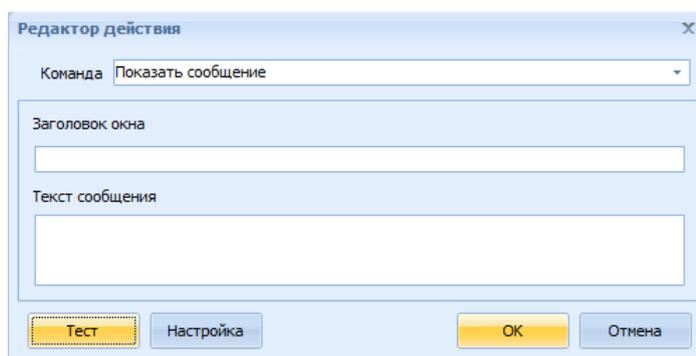

Рисунок 7.44 Окно редактор действия: Показать сообщение
- 6) в открывшемся окне «Редактор действия» в поле **Команда** выбрать одно из возможных действий (Рисунок 7.44). Ниже перечисляются возможные команды:
- При выборе действия «Показать сообщение» нужно ввести Заголовок окна и Текст сообщения, а при нажатии на кнопку **Настройка** можно задать параметры шрифта (цвет, тип, размер), цвет фона и выравнивание текста (Рисунок 7.44, 7.45). Для проверки работоспособности сообщения следует нажать кнопку **Тест**. По окончании настройки необходимо нажать **ОК**.